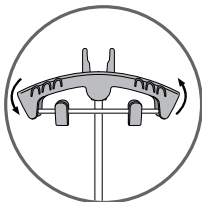

fig.6
2. Gire el perchero para instalarla de manera horizontal o para guardarla verticalmente - fig.6 et 7.